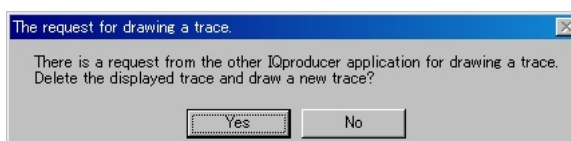

図3.5-6 確認表示
2. [Simulation] メニューの [Time Domain] をクリックするか、 をクリックすると、図3.5-6 のようなメッセージが表示されます。